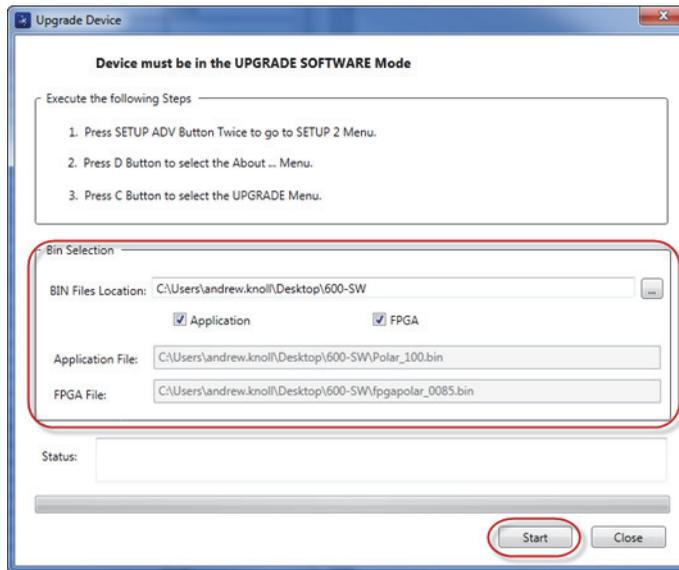

Figura 6-13 Cuadro de diálogo Upgrade Device
El cuadro de diálogo **Upgrade Device** (actualizar dispositivo) aparece. Vea la Figura 6-13 en la página 338.
7. En la sección **Bin Selection** (selección de archivo BIN) del cuadro de diálogo **Upgrade Device**, seleccione la localización del *software* operativo NORTEC 600; a continuación, seleccione las casillas de verificación **Application** (aplicación) y **FPGA**. Vea la Figura 6-13 en la página 338.